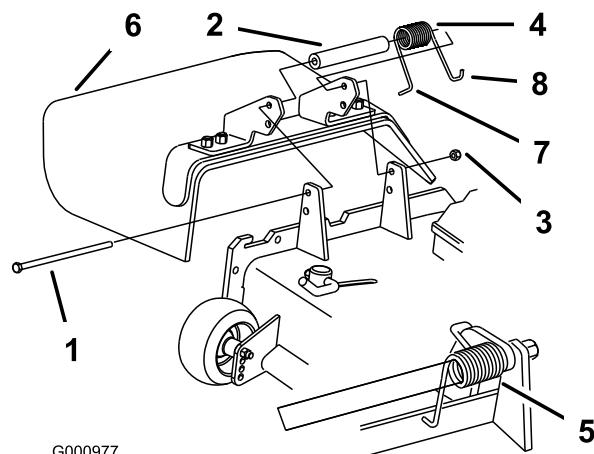

Figura 36
1. Retire a porca de bloqueio, o parafuso, a mola e a cunha que fixam o deflector aos apoios de articulação (Figura 36). Se o deflector de relva estiver danificado ou gasto, retire-o.
2. Coloque o espaçador e a mola no deflector de relva. Coloque a extremidade em **L** por trás da extremidade da plataforma antes de colocar o parafuso como apresentado em Figura 36.
**Nota:** Certifique-se de que a extremidade em **L** de mola está montada por trás da extremidade da plataforma antes de colocar o parafuso como apresentado em Figura 36.
3. Coloque o parafuso e a porca. Coloque a extremidade em gancho **J** da mola em torno do deflector de relva (Figura 36).